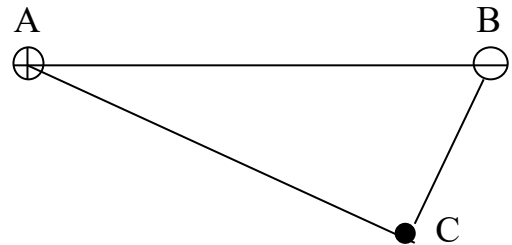

Рис.5
1. В т. А (рис.5) находится точечный заряд 8 мкКл, в т. В – точечный заряд -12 мкКл. Найдите напряженность поля в т. С, если $AC=9$ см, $BC=4$ см, угол ACB равен 90° .